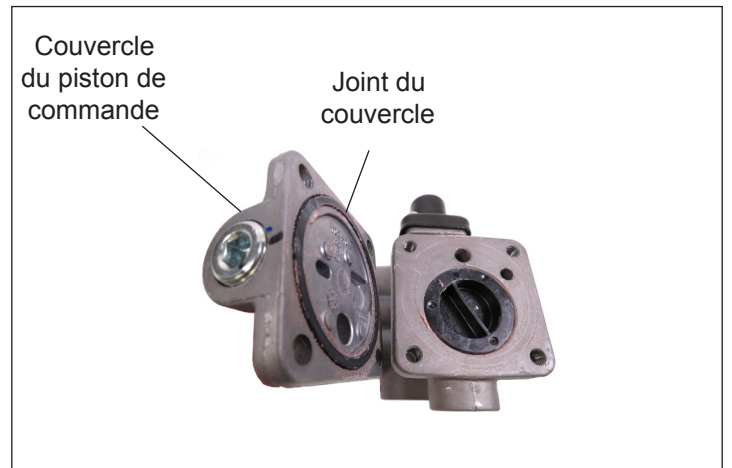

Figure 6 – Joint du couvercle
4. Faire très attention de ne pas endommager le joint du couvercle (cf. Figure 6).